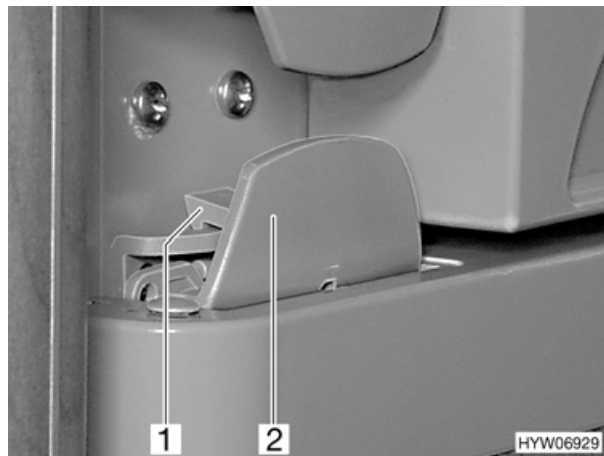

Fig. 68 Bloccaggio della porta del frigorifero, chiusa (variante 2)
- Aprire la porta del frigorifero tirando la maniglia (Fig. 68,2). Il bloccaggio (Fig. 68,1) si sblocca automaticamente.